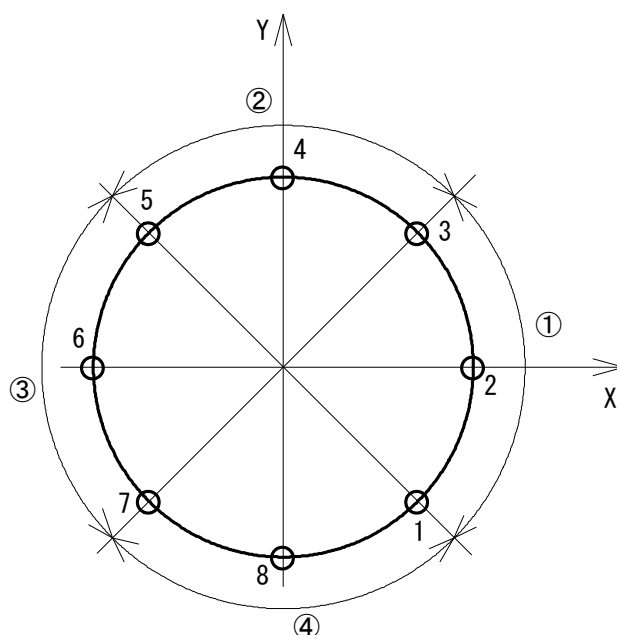
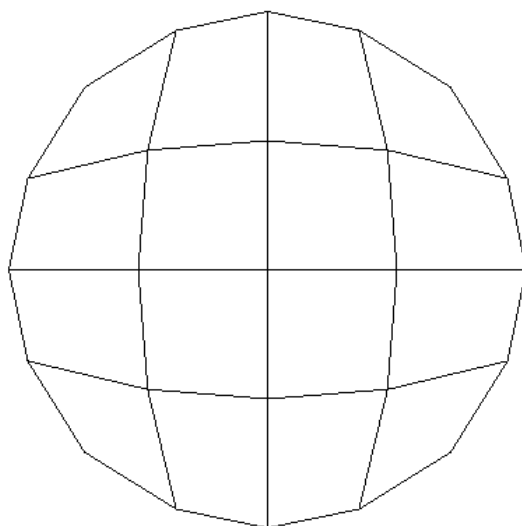

図2-3 円断面の線分定義（四辺メッシュ用）
図2-4 円断面の四辺メッシュ例
◇円形の断面に四辺メッシュを適用する方法を、図2-3に示します。同図は、円の元データを示した図で、同図のように円周を4等分した円弧線分①～②を定義します。円弧線分①は点1～3で構成され、他の円弧線分も同様です。同図のように、4等分の切断位置は45°方向に取ってください。これは四辺メッシュのメッシュ線を縦・横方向にするためです。そして、本図の円断面に対して、4×4の四辺メッシュを行なったメッシュ図を図2-4に示します。
②円筒は使用できない。